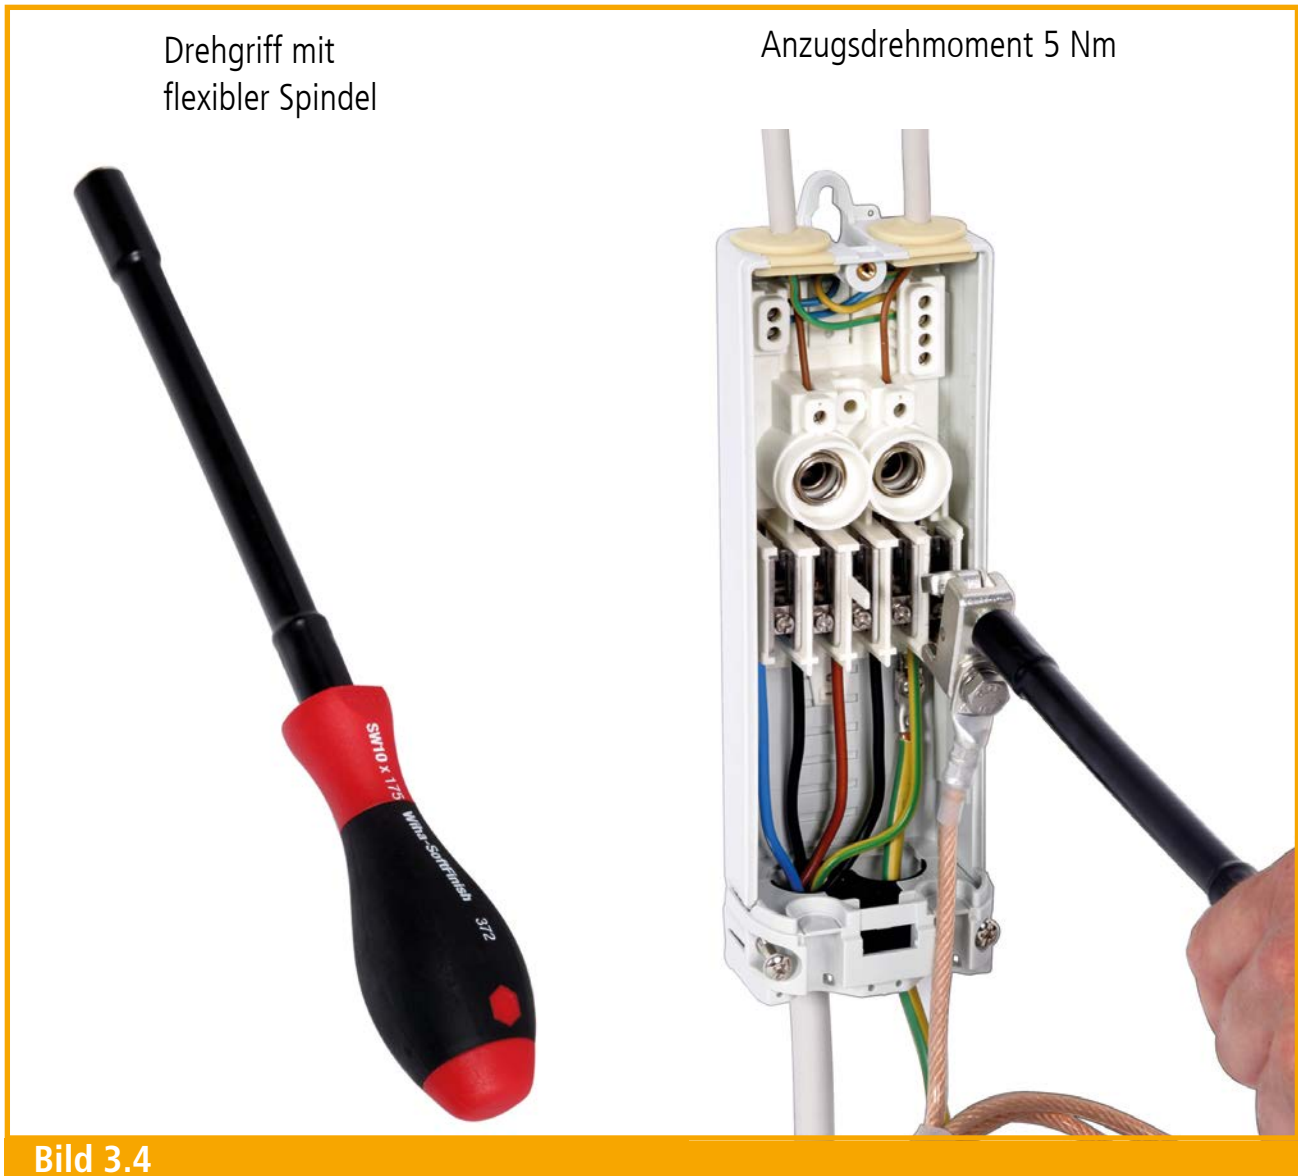

Bild 3.3
3.3 Entnehmen der Schraubsicherung (siehe Bild 3.3)